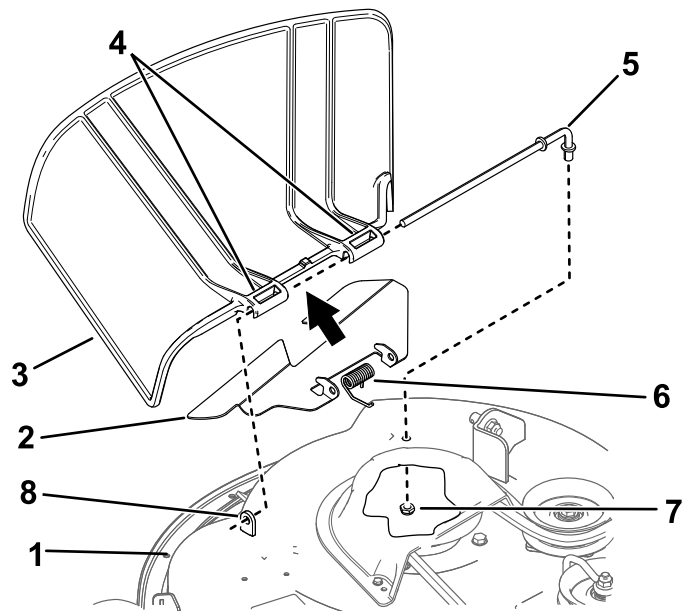

Figure 74
- Retirez l'écrou ($\frac{3}{8}$ ") de la tige, sous le plateau de coupe (Figure 74).
- Sortez la tige de la courte cheville de positionnement, du ressort, du petit déflecteur et du déflecteur d'herbe (Figure 74).
- Posez les nouveaux déflecteur d'herbe et petit déflecteur (Figure 74).
7. Insérez la tige dans le petit déflecteur et dans le second pivot du déflecteur d'herbe (Figure 74).
9. Fixez l'extrémité arrière de la tige dans le plateau de coupe à l'aide d'un écrou ($\frac{3}{8}$ "), comme montré à la Figure 74.